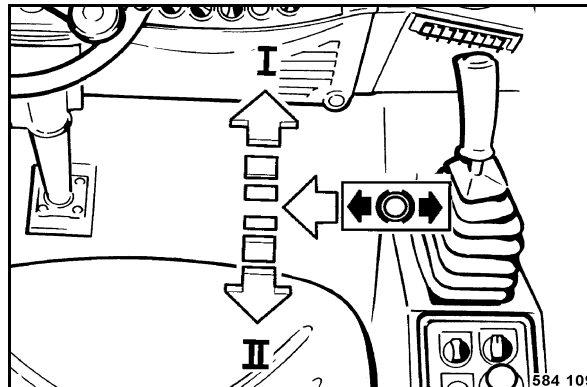

Fig. 57
- Décranter le levier de commande de marche (Fig. 57) vers la gauche, à partir de la position de freinage.